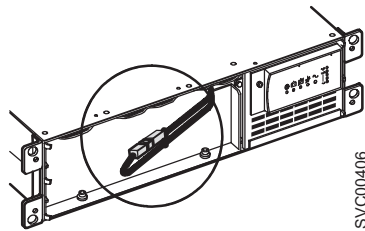

図 313. 2145 無停電電源装置 内部バッテリー・コネクタの接続
- b. 内部バッテリー・コネクタを接続します (図 313 を参照)。